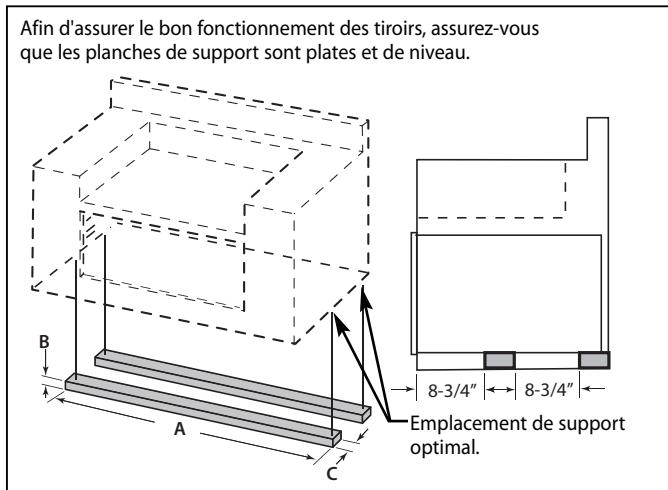

Fig. 4
- Placez des pièces 2 x 4 pour fournir un support à la structure des tiroirs aux emplacement indiqués sur la figure ci-dessous (Fig. 4).